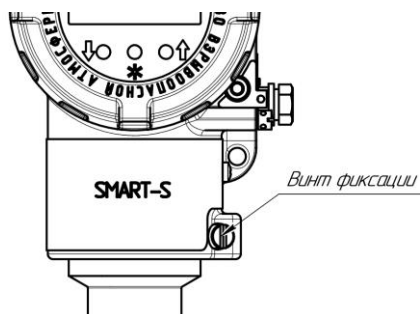

Рисунок 1 – Винт фиксации
1.4.16 Для лучшего обзора индикатора или для удобного доступа к двум отделениям электронного преобразователя (модулю подключения и модулю индикации) корпус электронного блока преобразователя может быть повернут на угол примерно ± 200 градусов (вправо или влево). Для этого необходимо с помощью шлицевой отвертки SL6 ослабить винт фиксации корпуса (см.рис.1). После поворота корпуса электронного блока преобразователя в удобное положение винт фиксации необходимо затянуть.